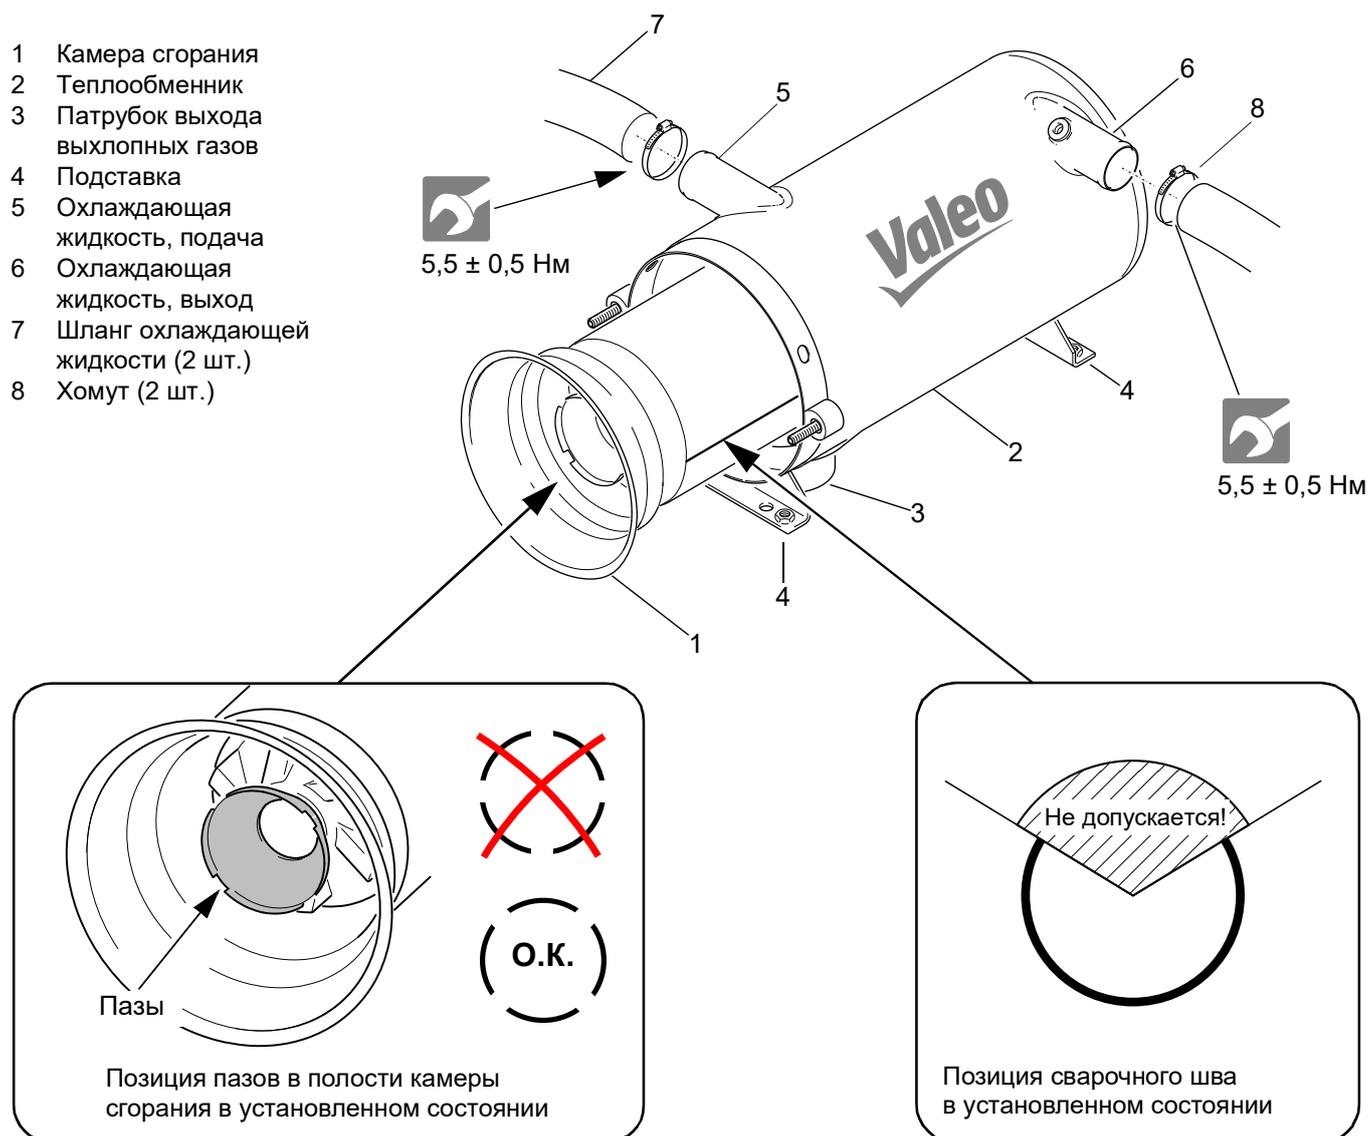

Рис. 806 Демонтаж и установка камеры сгорания/ теплообменника
2. Извлечь камеру сгорания (1, Рис. 806) из теплообменника (2).
1. Вставить камеру сгорания (1, Рис. 806) до упора в теплообменник (2). При этом следить за положением
- Камеру сгорания следует расположить в теплообменнике по возможности таким образом, чтобы сварочный шов жаровой трубы находился в секторе между 2 и 10 часами (не был направлен вверх! (Рис. 806)). Изменение этого положения при проведении технического обслуживания допустимо и благоприятно сказывается на продолжительности срока службы камеры сгорания.
- Позиционировать пазы в полости камеры сгорания при установке, как показано на Рис. 806. Подтекающее из форсунки топливо в этом случае попадает в резервуар, расположенный между диском и камерой, и сгорает при дальнейшей работе в режиме горения, не загрязняя подогреватель.
3. Вынуть комбинированные винты (2) и отсоединить головку горелки (1) от теплообменника.
4. При необходимости ослабить хомут выхлопной трубы у патрубке отвода выхлопных газов (3, Рис. 806).
1. Правильно расположить камеру сгорания (1) в теплообменнике (2) (см. Рис. 806).
3. Установить теплообменник (2) в положение сборки и в зависимости от используемых точек крепления закрепить подставку (4) в автомобиле винтами, гайками и шайбами.
4. При необходимости закрепить хомутом выхлопную трубу на патрубке отвода выхлопных газов (3).
5. Вставить шланги охлаждающей жидкости (7) во вход (5) и выход (6) охлаждающей жидкости и закрепить их хомутами (8).